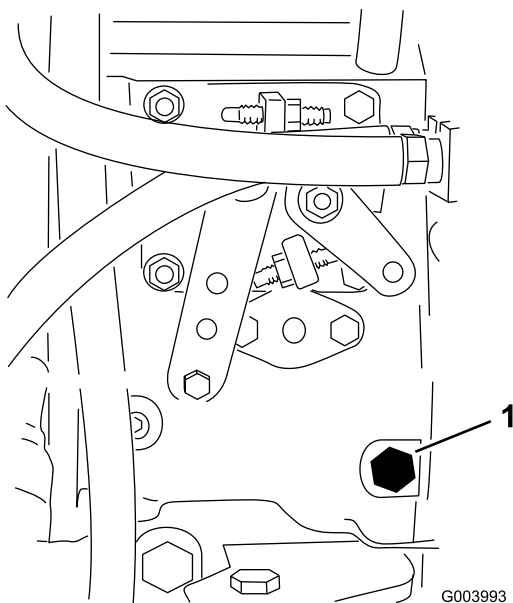

Figura 21
3. Abra el tornillo de purga de la bomba de inyección de combustible (Figura 21) con una llave de 12 mm.